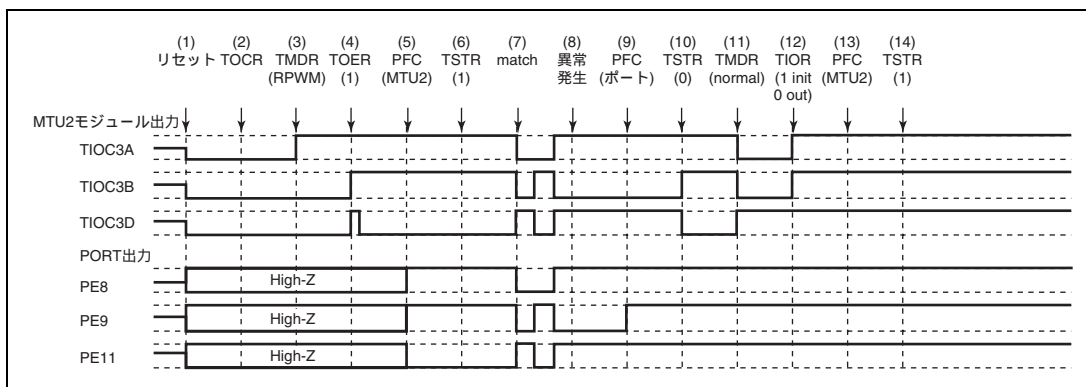

図 12.140 リセット同期 PWM モードで異常が発生し、ノーマルモードで復帰する場合
- (1) ~ (10) は図 12.140 と共通です。
- (11) PWM モード 1 を設定してください (本モジュール出力は正相側がローレベル、逆相側がハイレベルとなります)。
- (12) TIOR で端子を初期化してください (PWM モード 1 では TIOC*B 側は初期化されません)。
- (13) 汎用入出力ポートで本モジュール出力としてください。
- (14) TSTR で再スタートします。
(28) リセット同期 PWM モードで動作中に異常が発生し、相補 PWM モードで再スタートする場合の動作
- (11) TOER でチャンネル 3、4 の出力を禁止してください。
- (12) TOCR で相補 PWM の出力レベルと周期出力の許可禁止を選択してください。
- (13) 相補 PWM を設定します (本モジュールの周期出力端子はローレベルになります)。
- (14) TOER でチャンネル 3、4 の出力を許可してください。
- (15) 汎用入出力ポートで本モジュール出力としてください。
- (16) TSTR で再スタートします。
(29) リセット同期 PWM モードで動作中に異常が発生し、リセット同期 PWM モードで再スタートする場合の動作
- (11) 汎用入出力ポートで本モジュール出力としてください。
- (12) TSTR で再スタートします。
- (13) コンペアマッチの発生によりリセット同期 PWM 波形を出力します。